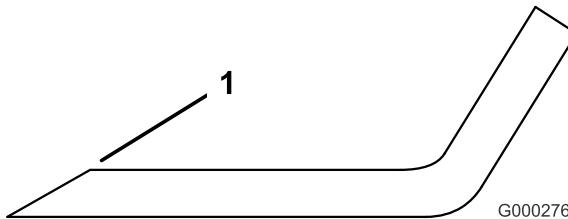

Bild 23
3. Prüfen Sie die Schnittkanten der Messer. Schärfen Sie, wenn die Kanten stumpf sind oder Kerben haben. Schärfen Sie nur die Oberseite der Schnittkanten und behalten dabei den ursprünglichen Schnittwinkel bei, um die Schärfe des Messers zu gewährleisten (Bild 23). Das Schnittmesser behält seine Auswuchtung bei, wenn von beiden Schnittkanten die gleiche Materialmenge entfernt wird.